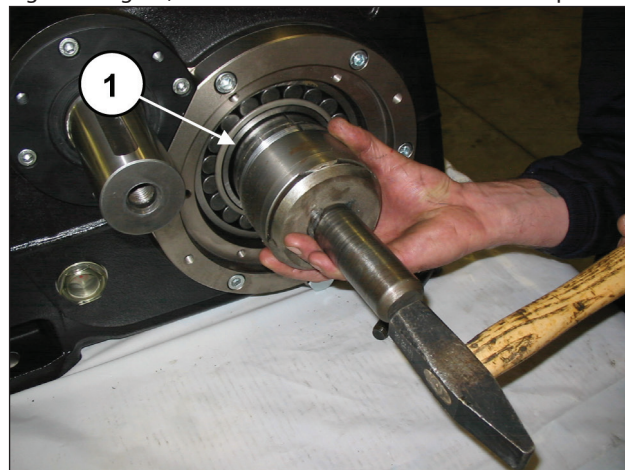
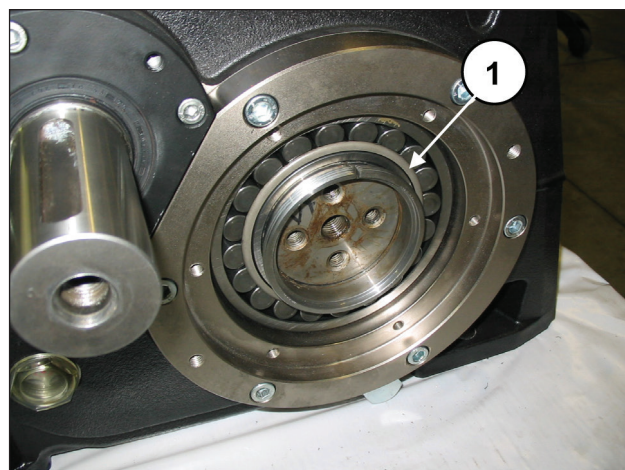

Fig. 77
Fig. 78
Pousser à fond la douille de pression sur le vilebrequin (rep. ①, Fig. 77 et Fig. 78) à l'aide d'un outil à inertie et d'un tampon.